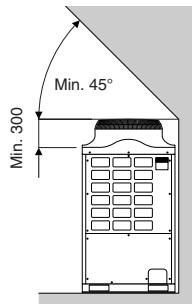

Fig. 2-4
(2) Överliggande hinder (Fig. 2-4)